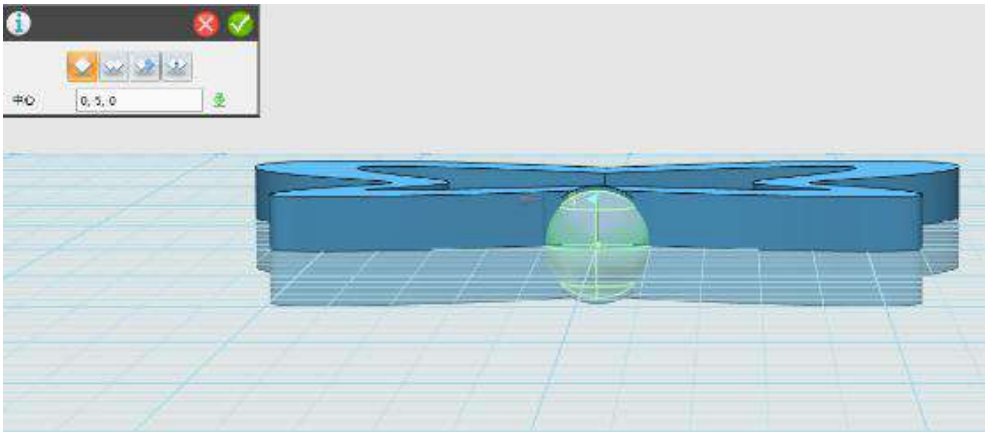

图 1-13
Step 13 在身体上绘制蝴蝶的头部。选择“球体”功能，绘制蝴蝶的头部结构，半径值为 5，如下图 1-13 所示：